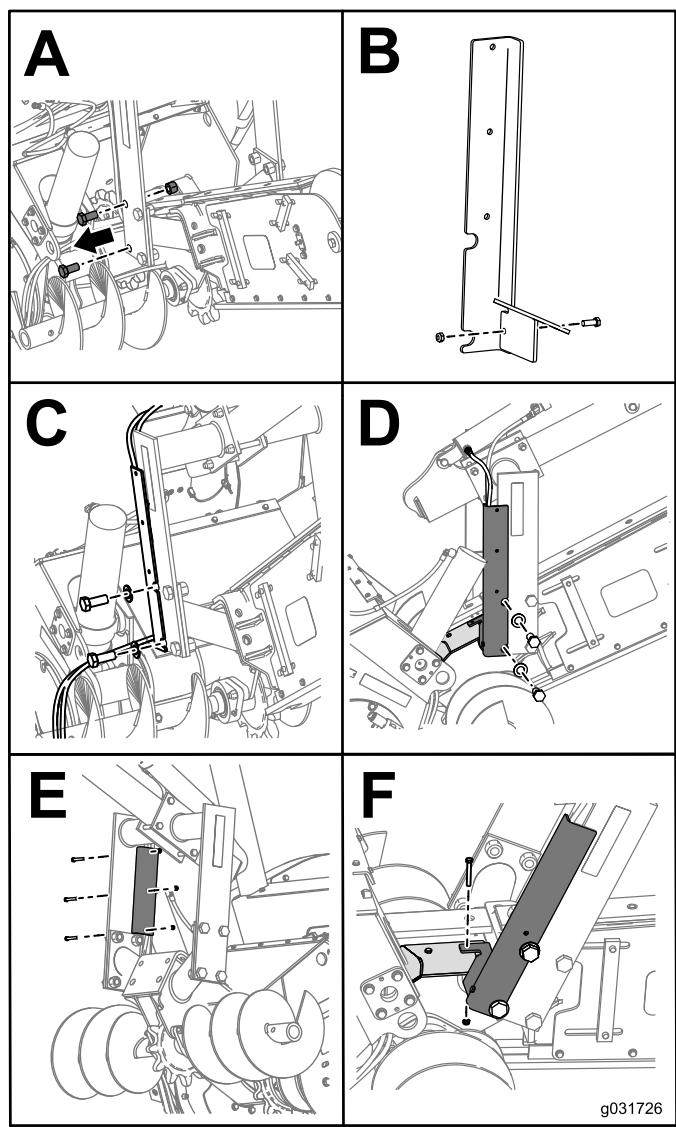

図 8
5. クラムバーブラケットバーからボルトとナットを外す 図 8。
6. 図 8 に示すように、アングルタイを背高前側アングルコンジットに固定するボルト 1/8- x 3 インチ 1 本、ナット 3/8 インチ 1 個を使用する。
8. 背高前側アングルコンジットをクラムバーブラケットに固定するワッシャ 2 枚、ボルト 1 x 2-1/2 インチ 2 本と、先ほど取り外したボルト 2 本を使用する 図 8。
10. 図 8 に示すように、背高後側アングルコンジットを背高前側アングルコンジットに固定するボルト 3/8- x 2-1/2 インチ 3 本、ナット 3/8 インチ 3 個を使用する。
12. 図 8に示すように、アングルタイを高低アングルコンジットアセンブリに取り付けるボルト 3/8 x 2-3/4 インチ 1本、ナット 3/8 インチ 1個を使用する。